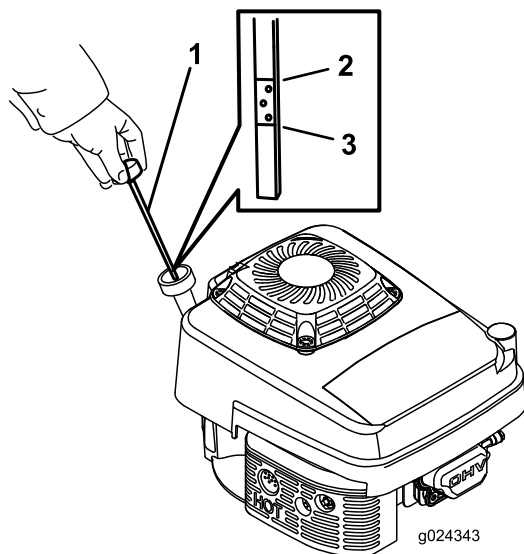

Figure 12
2. Tournez le bouchon dans le sens antihoraire et sortez la jauge (Figure 12).
5. Relevez le niveau d'huile indiqué sur la jauge (Figure 12).
- Si le niveau d'huile est trop bas, (Figure 12), versez avec précaution une petite quantité d'huile détergente SAE 30 ou SAE 10W-30 dans le tube de remplissage, attendez 3 minutes puis répétez les opérations 3 à 5 jusqu'à ce que le niveau d'huile correct soit atteint.
- Si le niveau d'huile est trop élevé (Figure 12), vidangez l'excédent d'huile jusqu'à obtention du niveau d'huile correct sur la jauge ; voir Vidange de l'huile moteur \(page 21\).